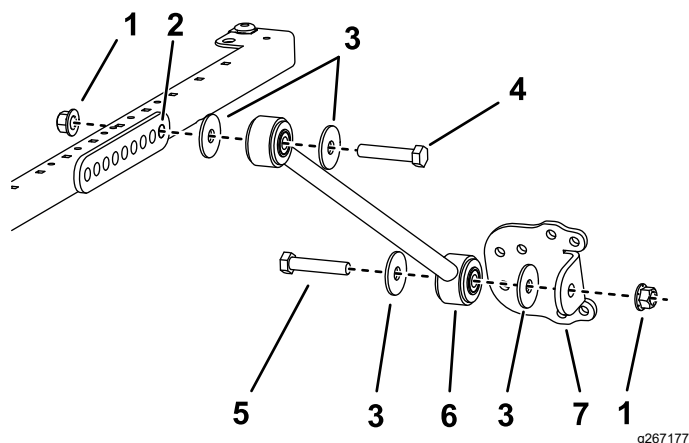

Bild 44
4. Befestigen Sie an jeder Seite des Sonnendachrahmens eine Strebe mit einer Schraube ($\frac{1}{2}$ " x $2\frac{3}{4}$ "), zwei Scheiben ($\frac{1}{2}$ "), und einer Bundmutter ($\frac{1}{2}$ ") lose im hinteren Loch der Strebenbefestigung, wie in Bild 44 abgebildet.
5. Befestigen Sie eine Strebenhalterung mit einer Schraube ($\frac{1}{2}$ " x $2\frac{1}{2}$ "), zwei Scheiben ($\frac{1}{2}$ ") und einer Bundmutter ($\frac{1}{2}$ ") an jeder Strebe, wie in Bild 44 abgebildet.